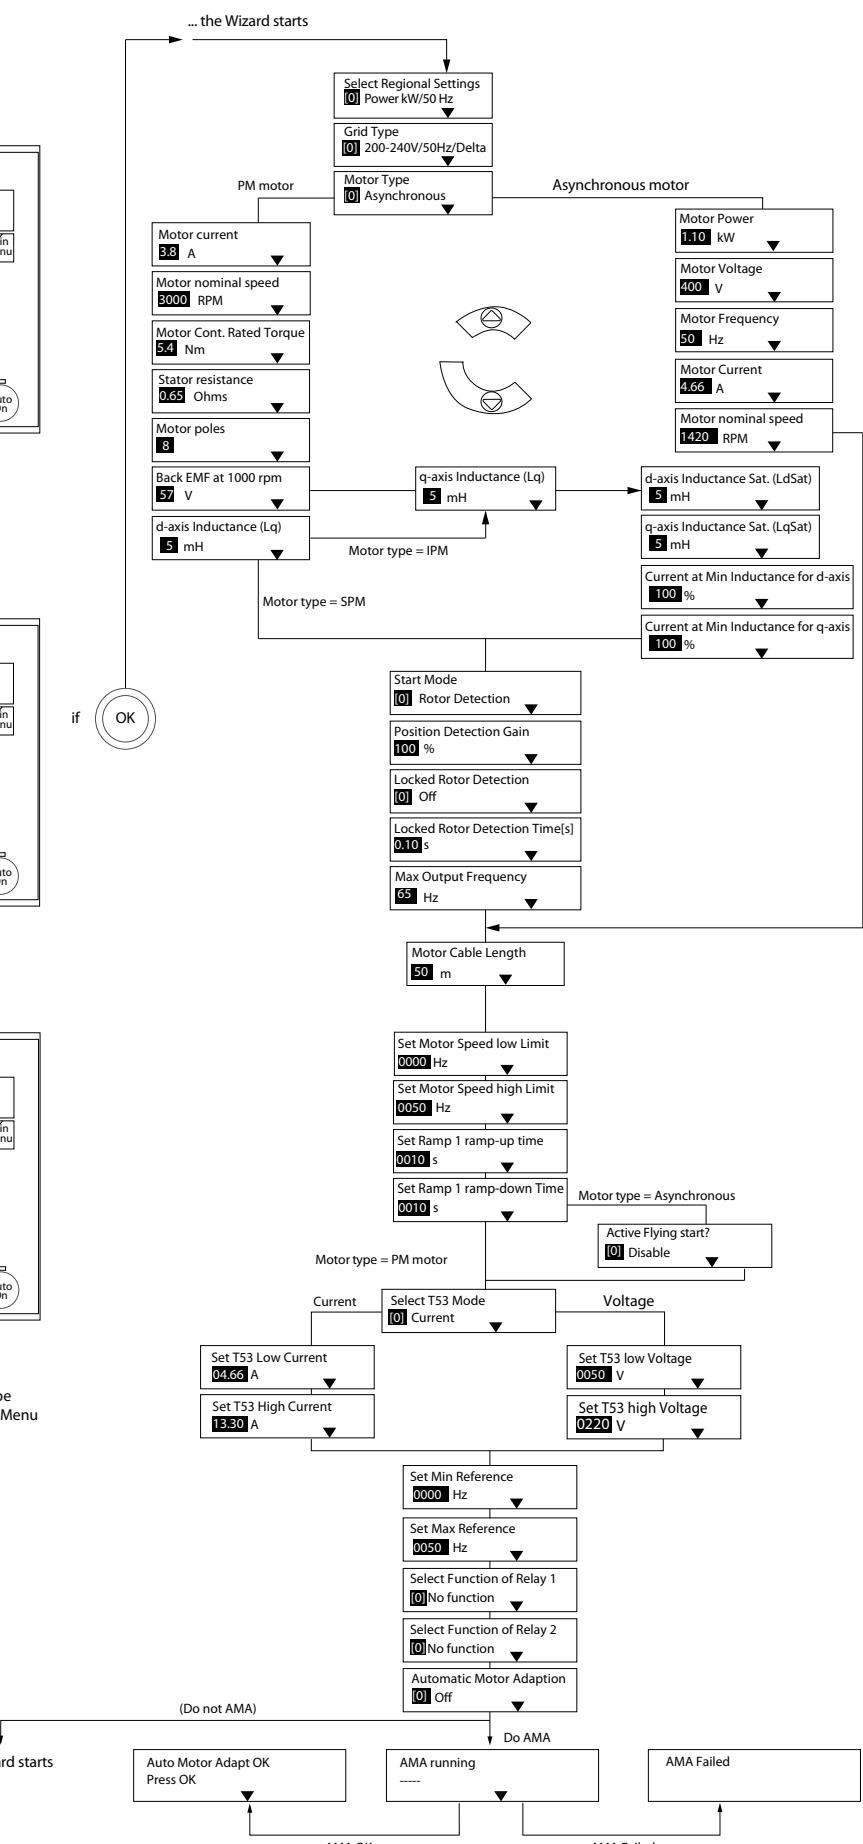

Рисунок 2.4 Мастер настройки параметров применений с разомкнутым контуром
- Мастер настройки параметров применений с разомкнутым контуром. Для получения дополнительной информации см. Рисунок 2.4.